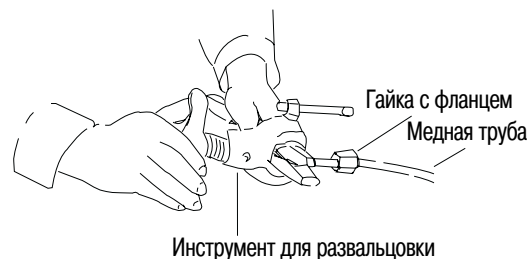

Рис. 27
- г) Создайте раструб на конце медной трубы при помощи инструмента для развальцовки\* (рис. 27).